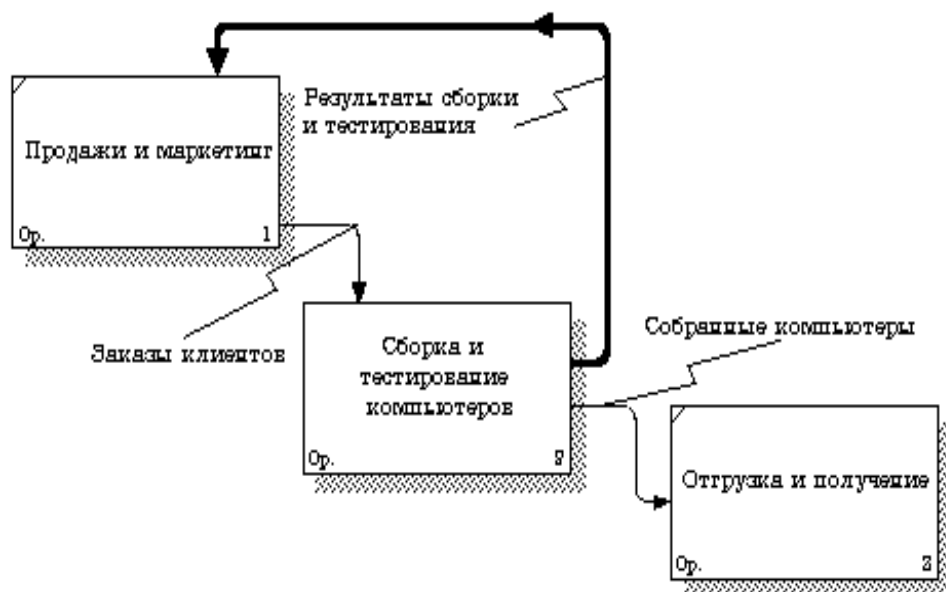

Рис. 70. Диаграмма **FEO**
4. С помощью клавиши **Delete** удалите лишние стрелки на диаграмме **FEO**. Результат показан на рис. 70.